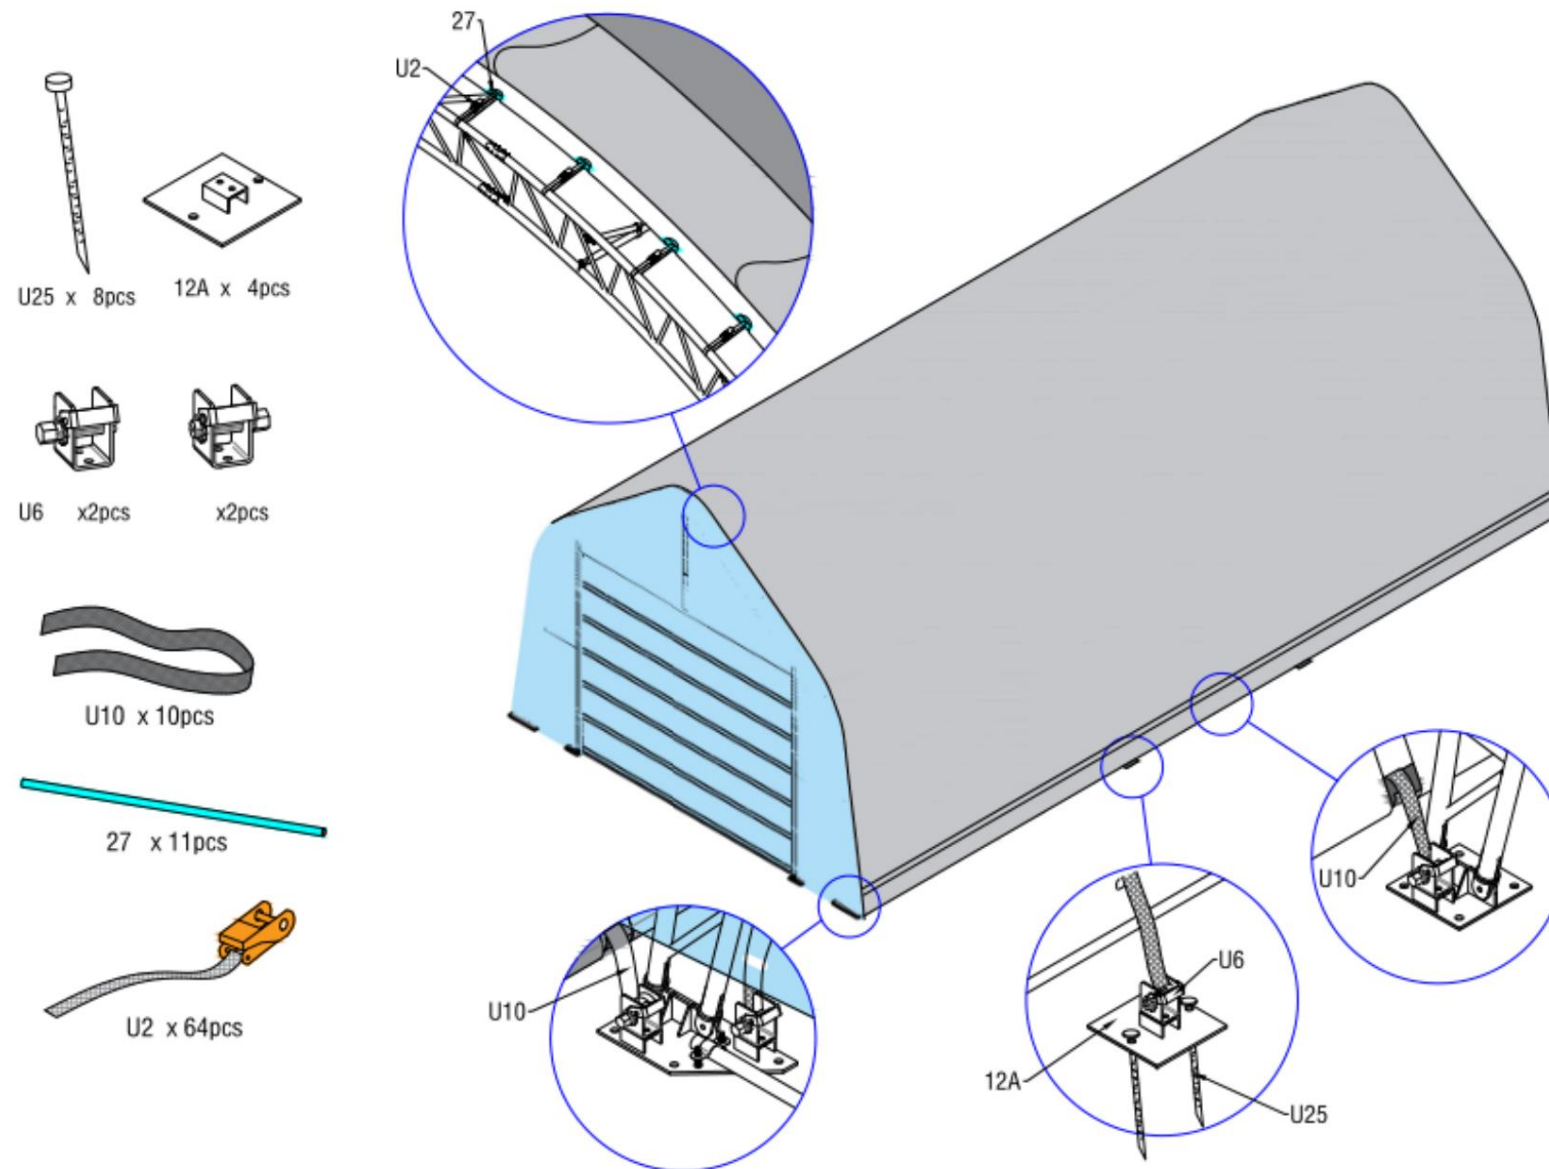

Figure 19
4. Lorsque vous fermez la porte, nous pouvons utiliser le fil d'acier de verrouillage pour la porte (n° U27) et le fil d'acier de verrouillage pour la poignée de la clé pour fixer. (Figure 19)